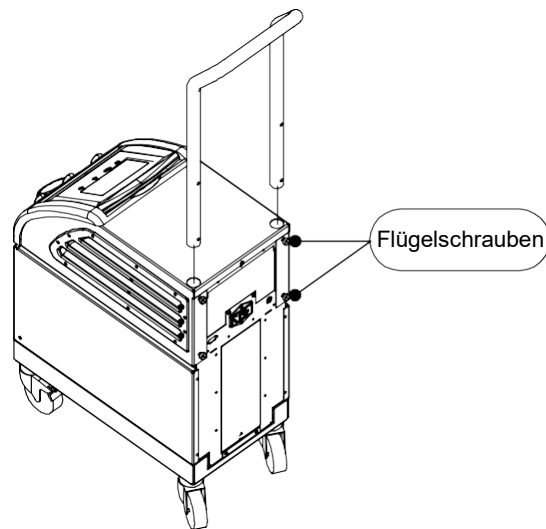

Abbildung 12: Montage des Griffs
- Schieben Sie die beiden Enden des Griffs in die Löcher der oberen Abdeckung (achten Sie dabei auf die Ausrichtung des Griffs), bis der Griff vollständig eingesteckt ist (siehe Abbildung 12).